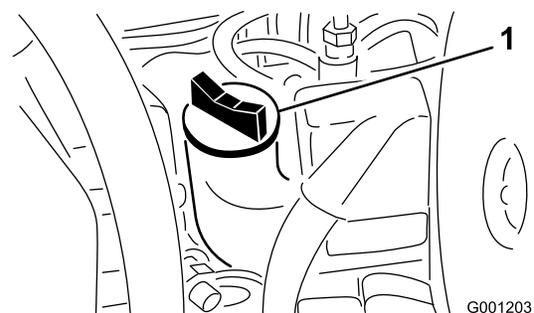

Figura 48
4. Se il livello dell'olio non raggiunge il segno di pieno, togliete il tappo di riempimento (Figura 48) e rabboccate con olio fino a portarlo al segno Full sull'asta di livello. **Non riempite troppo..**